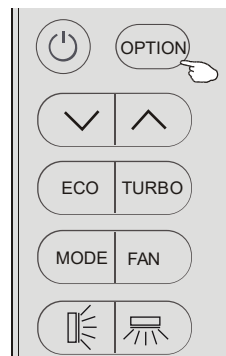

Figure 1,
- (1) Appuyez sur le bouton  ou  pour régler la minuterie prévue (augmentation ou diminution à intervalles d'une demi-heure) ; les symboles h et TIMER clignotent tous deux.
- (2) Appuyez sur [OPTION] ou attendez 5 secondes sans aucune opération pour confirmer la minuterie, la minuterie pré-réglée comme 6.0h et le symbole [TIMER] s'affichent.
4. Un exemple pour le Timer-on (figure 1) et le Timer-off (figure 2)